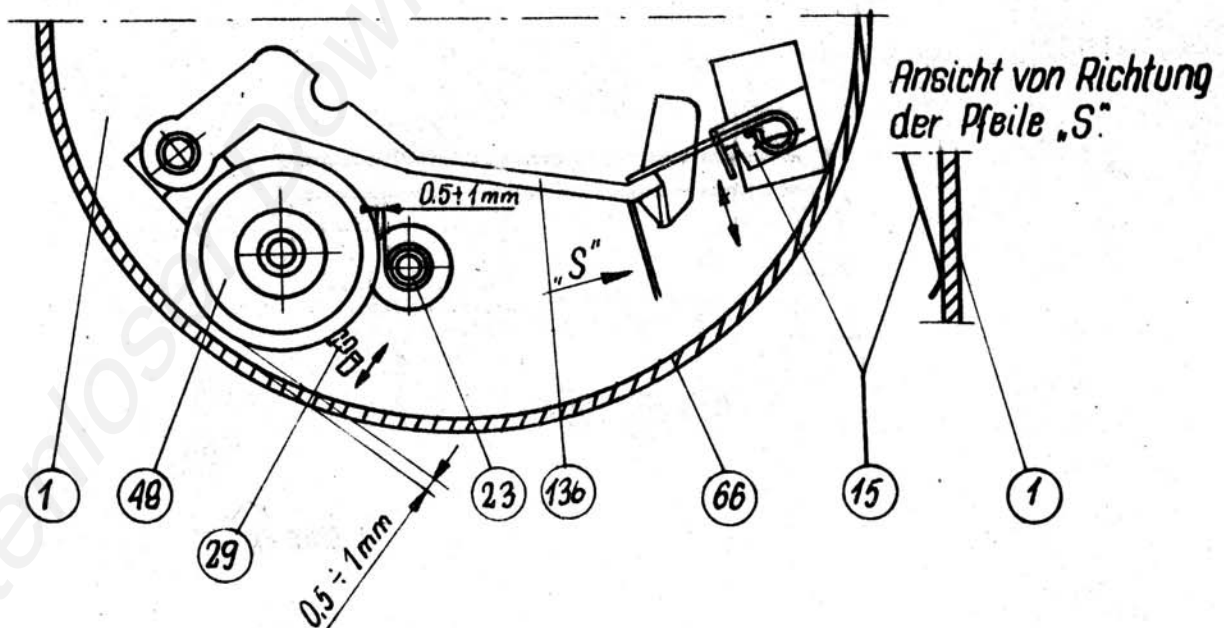

Bild.69
10. In dieser Stellung Plattenteller auflegen. Abstand zwischen Zwischenrad und Stufenachse und Zwischenrad-Plattenteller, der  $0,5 - 1 \text{ mm}$  betragen darf, justieren. Justage erfolgt durch Biegen der Federanzapfung am Gestängeschalthebel und eventuell durch leichtes Biegen der Zugfederanzapfung 21./Siehe Abb.69/